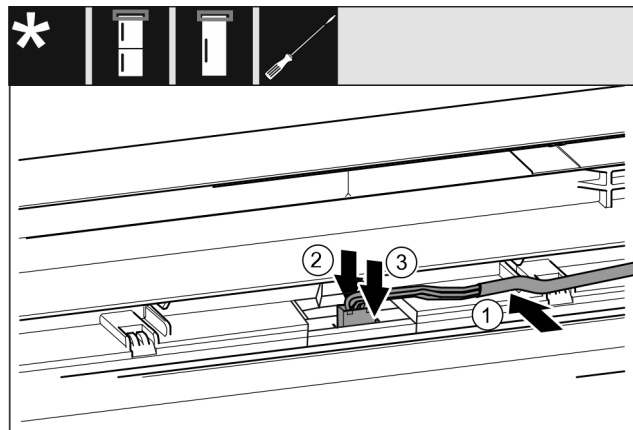

Fig. 44
- ▶ Inserire il cavo grigio nella guida nella porta superiore. Fig. 44 (1)
- ▶ Premere all'indietro il nasello di arresto. Fig. 44 (2)
- ▶ Innestare il connettore. Fig. 44 (3)